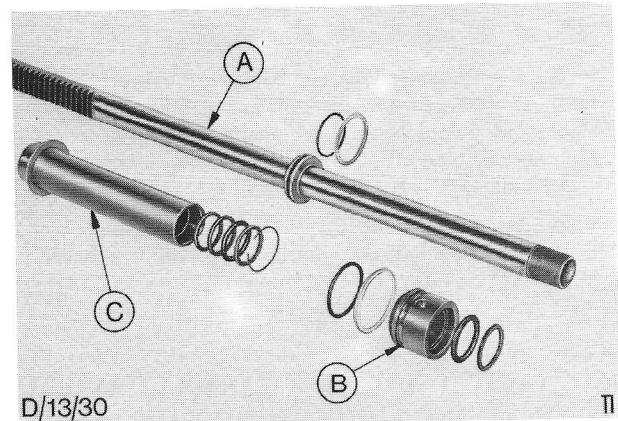

Fig. 22. Juiste montagevolgorde voor afdichtringen en borgveren.
20. Schuif de tandheugel in de binnenbuis, waarbij de onderdelen vanaf het rondselhuis in de juiste volgorde op de tandheugel moeten worden geschoven, zie fig. 22.